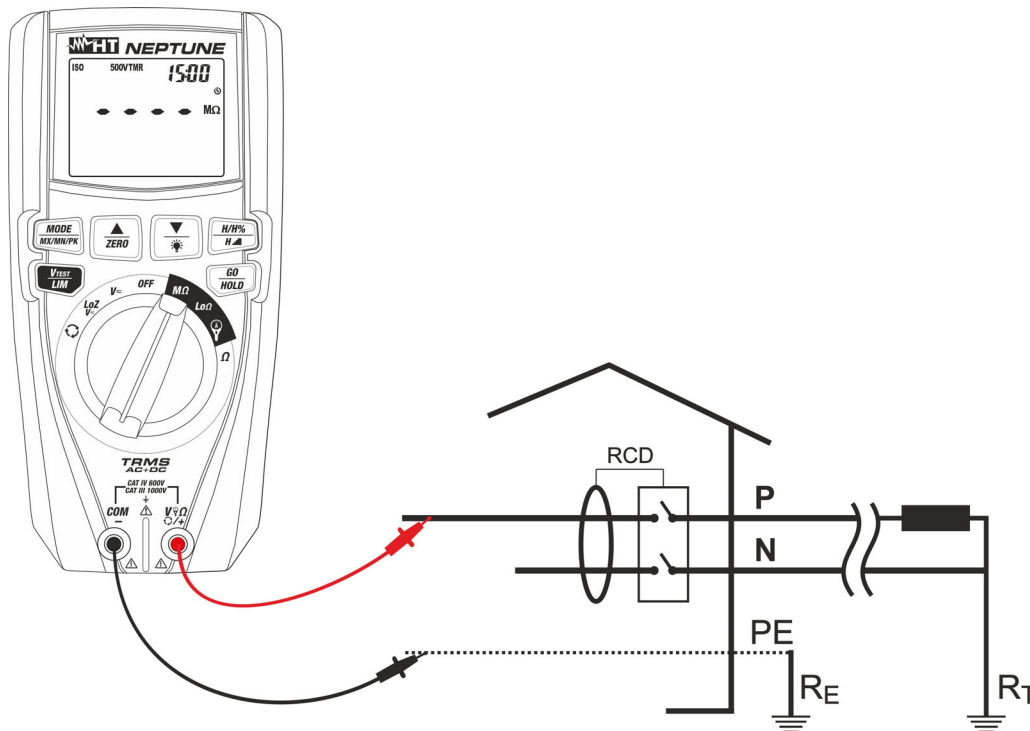

Fig. 19: Uso del instrumento para medida resistencia de aislamiento en modo TMR
6. Inserte el conductor rojo en el terminal de entrada **V $\Omega$ /+** y el conductor negro en el terminal de entrada **COM/-** y eventuales terminales de cocodrilo y conecte el instrumento a la instalación en examen (ver la Fig. 19)